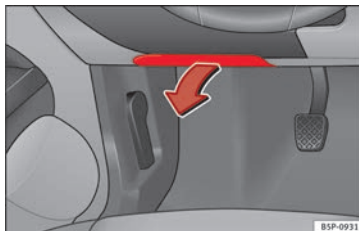

Bild 173 Vänster sida av instrumentpanelens säkringsdosor lock
- *Öppna*: Fäll ned locket » **bild 173**.